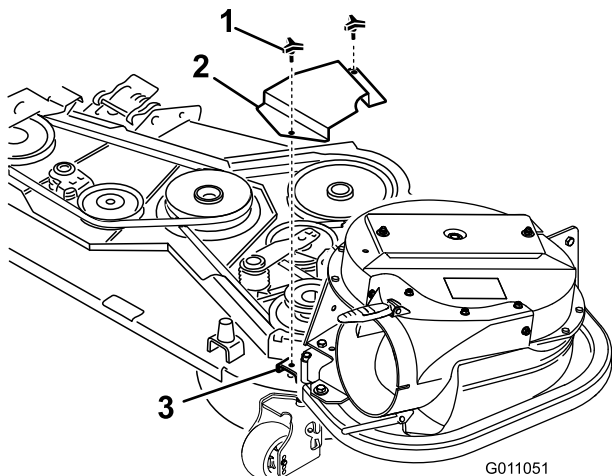

Figura 29
2. Instale la cubierta de la correa nueva de manera que las muescas de ambos lados se encajen en los soportes de la cubierta de la correa, y cierre el enganche (Figura 29).